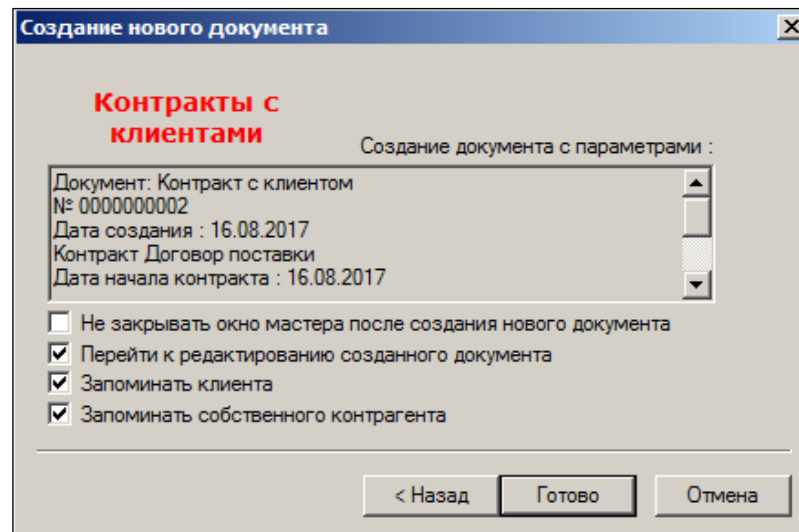

Рисунок 29 – Создание контракта с клиентами (6)
6. Для перехода в окно редактирования документа установить флаг **Перейти к редактированию документа** (Рисунок 29):